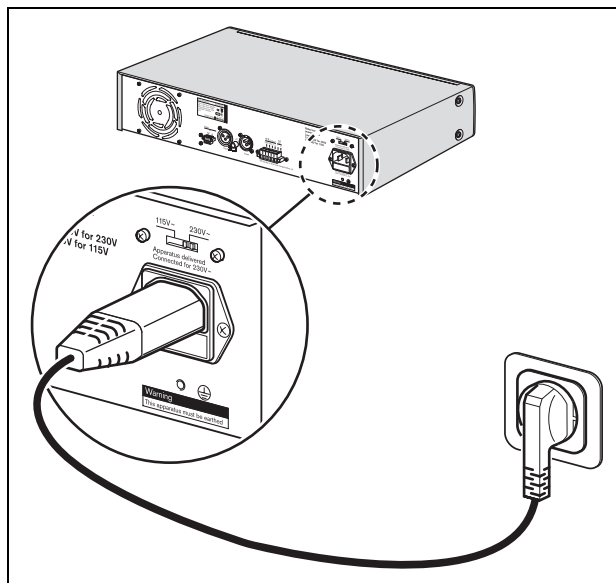

рисунок 5.1: Переключатель напряжения
- 1 Проверьте, чтобы переключатель напряжения сети (115V/ 230 В перем. тока) был установлен в соответствии с напряжением в сети, принятом в вашей стране (see рисунок 5.1).
- 2 Установите кнопку (1) power (Питание) на передней панели устройства в положение On (Вкл.) в нажатое положение.